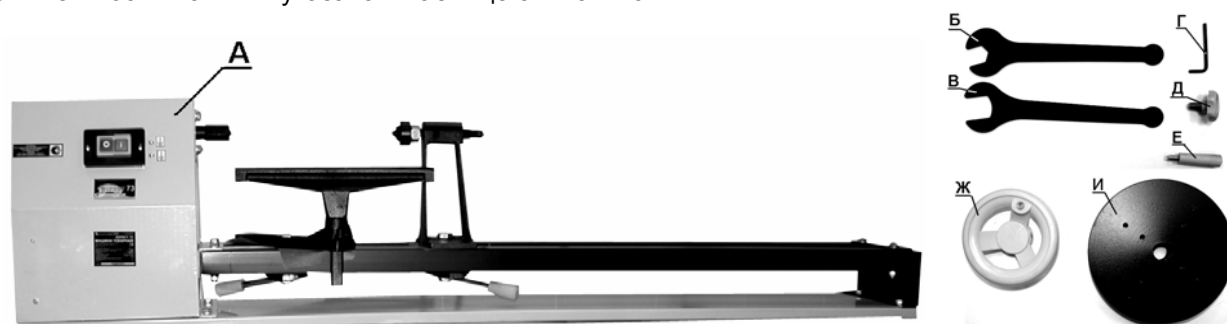
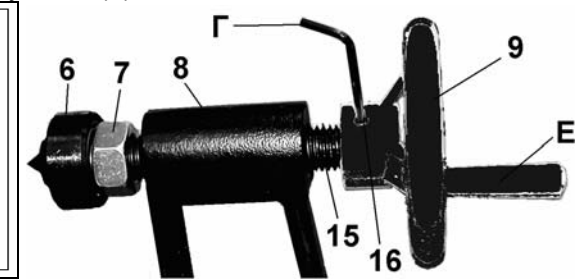

Рис. 1.
Рис.4.
- 6.1. Комплектность машины указана в таблице 3 и на Рис.1.
8.3. Как показано на Рис.4, ручку (Е) вкрутите в резьбовое отверстие маховика (9). Установите маховик (9) на пиноль (15) и закрепите винтом (16), используя шестигранный ключ (Г), Рис.1,4.